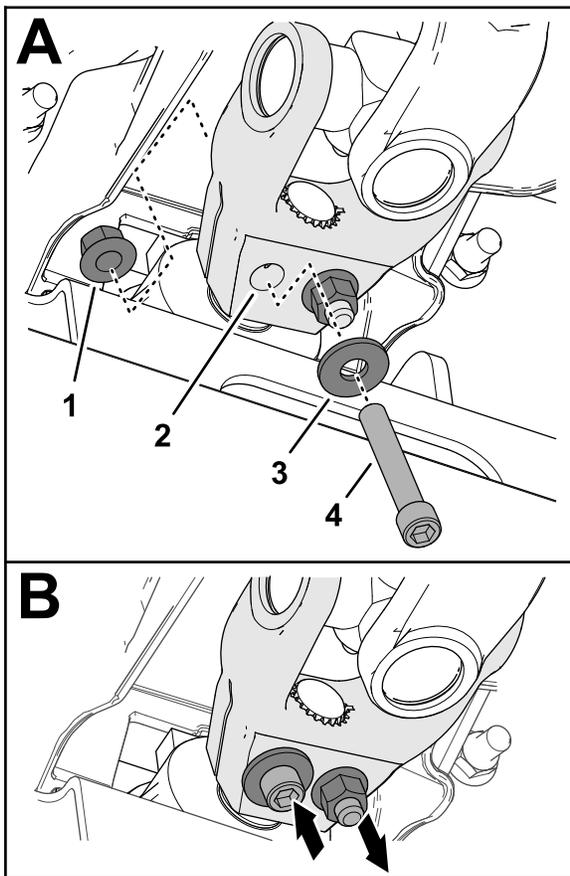

図 19
6. ソケットヘッドキャップスクリュ $\frac{3}{8}$ x $2\frac{1}{4}$ " にワッシャ $\frac{3}{8}$ " を通し、駆動シャフトのヨークの穴 図 19 に通して、フランジロックナット $\frac{3}{8}$ " で固定する。
- ソケットヘッドキャップスクリュー $\frac{3}{8}$ " x $2\frac{1}{4}$ "にワッシャ $\frac{3}{8}$ "を通し、駆動シャフトのヨークの穴 図 19 に逆方向から通して、フランジロックナット $\frac{3}{8}$ "で固定する。